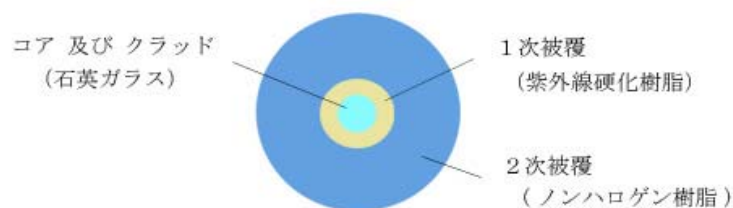

図1. 光ファイバ心線構造図
3. 構造 光ファイバケーブルの構造を表1~3、及び図1に示す。